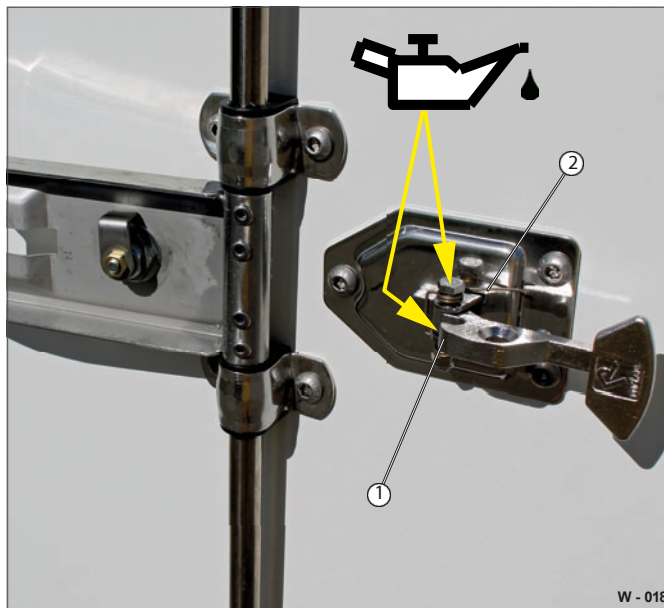

Fig. 4 Smørepunkter
- Smør snuden og lejepunkterne på snaplåsen med let olie (fig. 4/1).
- Kontrollér fjederen (Fig. 4/2) for deformation/træthed.